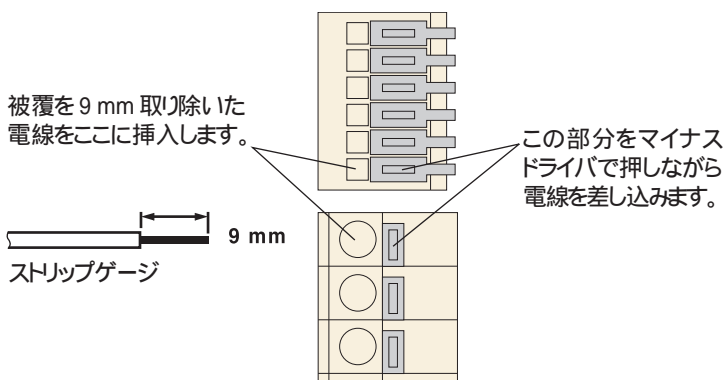

図 4-2 コントロール端子への接続
被覆は7 mm ~ 10 mm の範囲(9 mm を推奨)で取り除いてください。本機の上面または後面に表示されているストリップゲージ、または図 4-2 に示されているストリップゲージを使うと確実に行うことができます。
4. 図 4-2 に示したように、コントロール端子へ電線を挿入します。